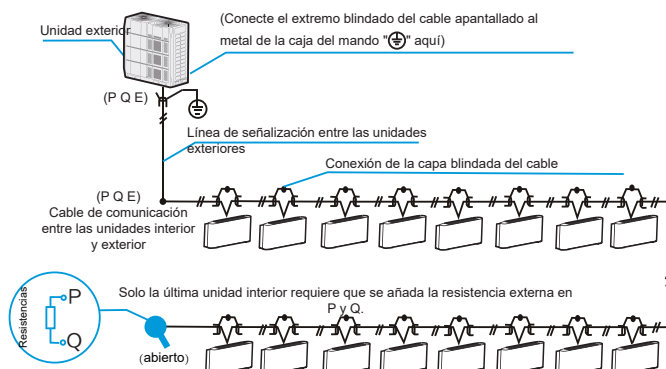

Figura 6.6
- El cableado de comunicación entre las unidades interiores y exteriores debe conectarse en cadena desde la unidad exterior hasta la unidad interior final, y la capa apantallada debe estar correctamente conectada a tierra. Además, debe añadirse una resistencia en la última unidad interior para mejorar la estabilidad del sistema de comunicación (consulte la Figura 6.6).